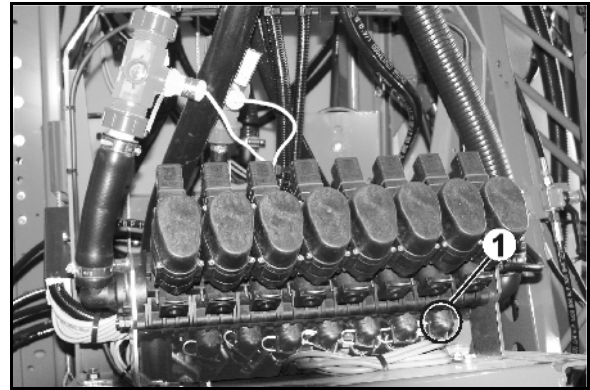

Fig. 179
- Reinigen Sie die LeitungsfILTER (Fig. 179/1).